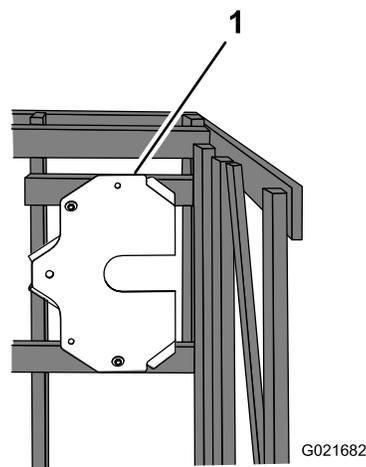

図 10
1. 取り付けプレートを木箱に固定しているボルトを外す (図 10)。